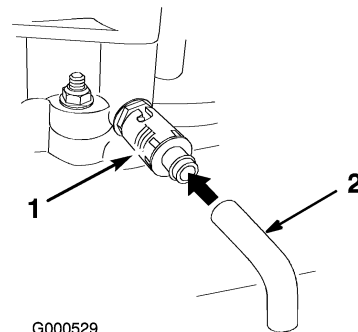

Figura 26
- Coloque un recipiente debajo del tubo de vaciado. Gire la válvula de vaciado para que se drene el aceite (Figura 26).
- Retire el tubo de vaciado (Figura 26).